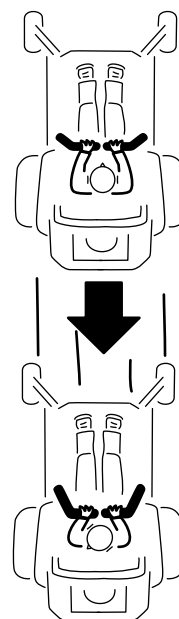

図 25
2. 後退するには、左右の走行コントロールレバーをゆっくりと後ろへ引く 図 25。